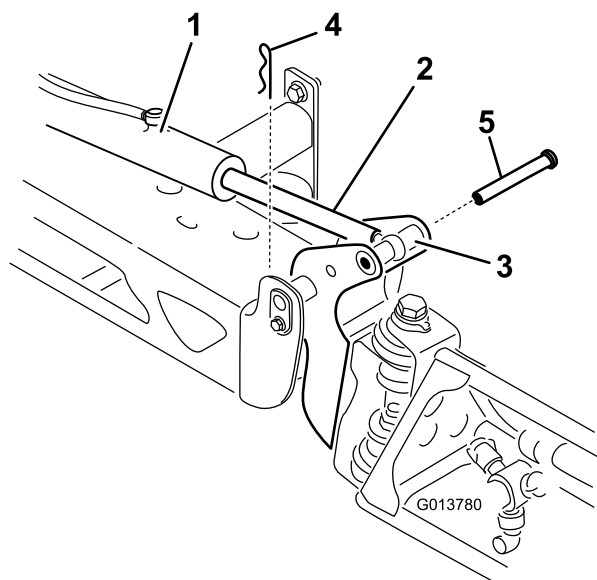

Figure 106
- Retirez la goupille fendue de l'axe de chape (Figure 106).
- Levez la section, retirez l'axe de chape et abaissez lentement la section au sol (Figure 106).
7. Tout en soutenant la section de pulvérisation, insérez l'axe de chape dans le pivot de rampe et la tige de vérin (Figure 106).